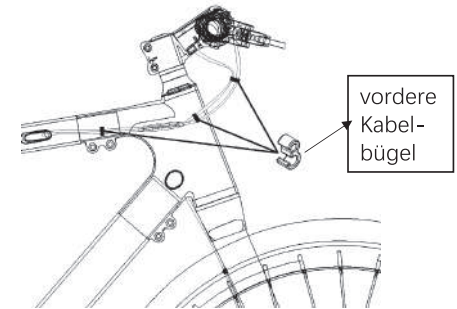

Abb. 50-3
d. Nehmen Sie die vorderen Kabelbügel aus der Zubehör-Box. Befestigen Sie das Displaykabel und das hintere Bremskabel zusammen, wie in Abb. 50-3 gezeigt.